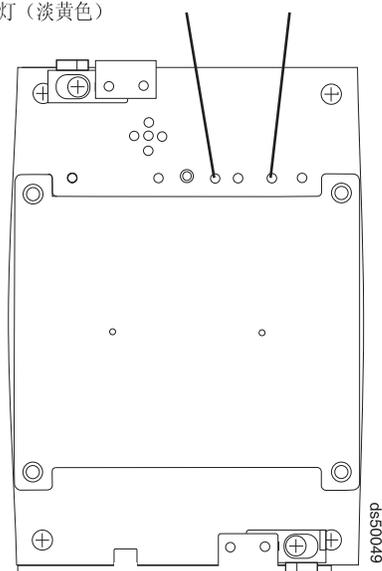

图 119. 互连电池单元的“需要注意”指示灯和“允许维护操作”指示灯
4. “允许维护操作”状态指示灯是否点亮？(第 176 页的图 119 显示了互连电池单元上“允许维护操作”状态指示灯的位置。)